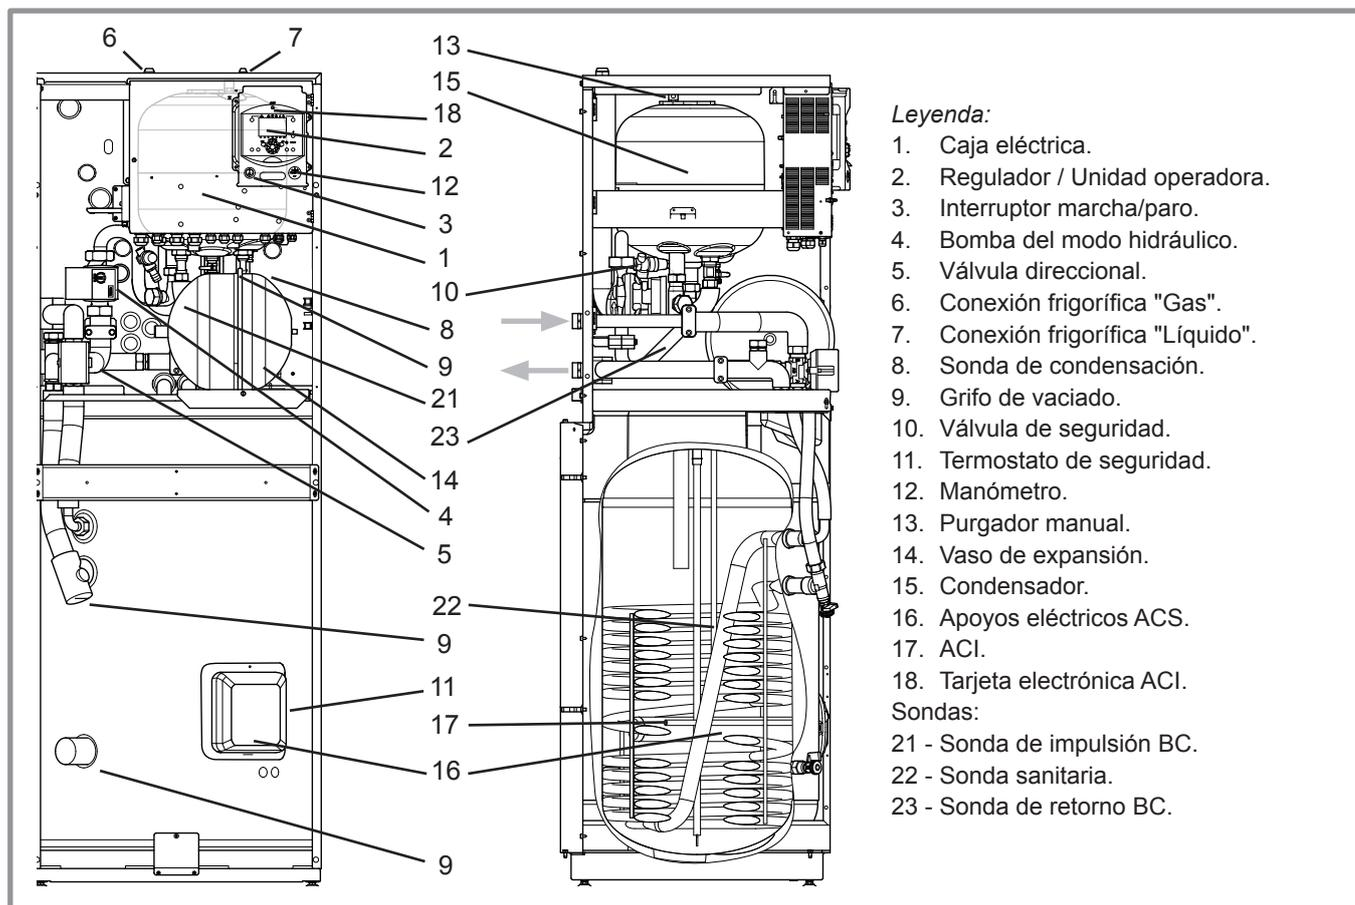

figura 7 - Órganos del módulo hidráulico
- En el condensador (número **15**, figura 7) : la energía del fluido frigorífico se transmite al circuito de calefacción. El fluido frigorífico recupera su estado líquido.